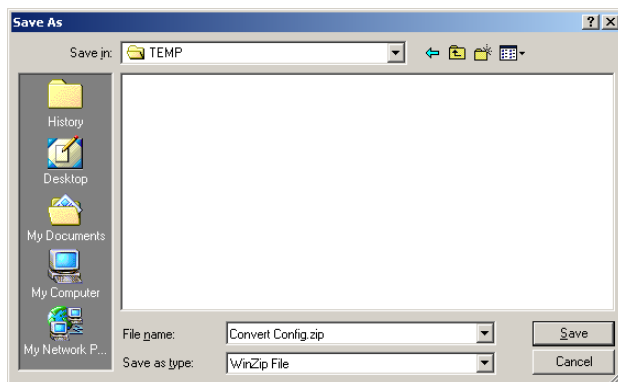

figura 46.2: Finestra Salva con nome
- 3 Fare clic sul pulsante *Save* per salvare i file di configurazione della conversione sul computer. Appare una schermata simile a quella in figura 46.2.
- 4 Salvare il file *Convert Config.zip* in *C:\TEMP* (come indicato in figura 46.2).